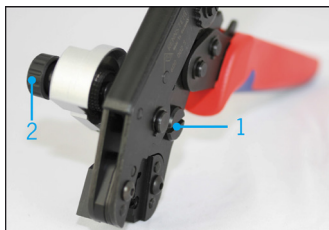

Abb. 7
- Klemmschraube (1, Abb. 7) lösen und Schneideinrichtung (2, Abb. 7) seitlich aus dem Zangenkörper ziehen